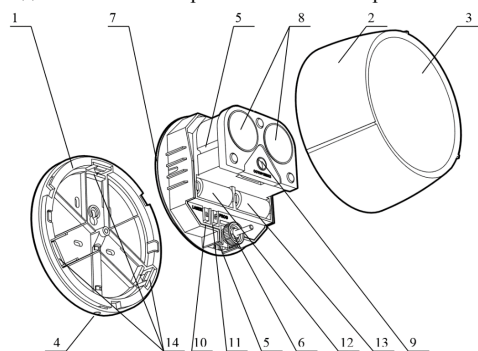
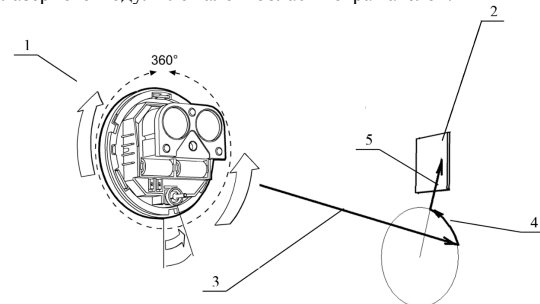

Рис.1
Рис. 3
Вид БИП со снятой крышкой показан на рис. 1:
7.3. Для перехода в рабочий режим необходимо перевести переключатель "LASER" (10 рис. 1) в положение, обратное ON. Должен загореться зеленый СДИ на время 10с. Необходимо закрыть крышку БИП пока горит зелёный СДИ.
7.1. Для включения лазерного модуля необходимо перевести переключатель "LASER" (10 рис. 1) в положение ON. Процесс настройки сводится к совмещению пятна луча лазерного модуля с отражателями (см. рисунок 3). Для этого необходимо механизм юстировки оптической системы по углу поворота (7 рис. 1) максимально приблизить пятно от лазерного модуля к отражателю, затем ручкой юстировки оптической системы по углу наклона (6 рис. 1) совместить пятно с отражателем. Диаметр пятна ИК-луча извещателя на расстоянии 40 м от извещателя составляет примерно 1.2 метра, поэтому нет необходимости точно совмещать центр пятна луча лазерного модуля с центром отражателей. Достаточно, чтобы пятно луча лазерного модуля лежало в области отражателей.